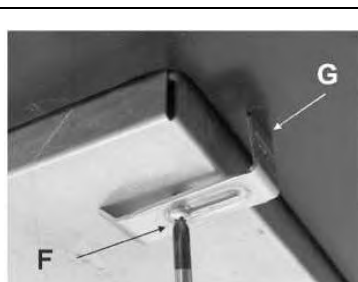

FIG.12
- Coloque la placa de cocción en el orificio efectuado en el mueble y bloquéelo con los tornillos "F" de los ganchos de fijación "G" (ver fig. 12).